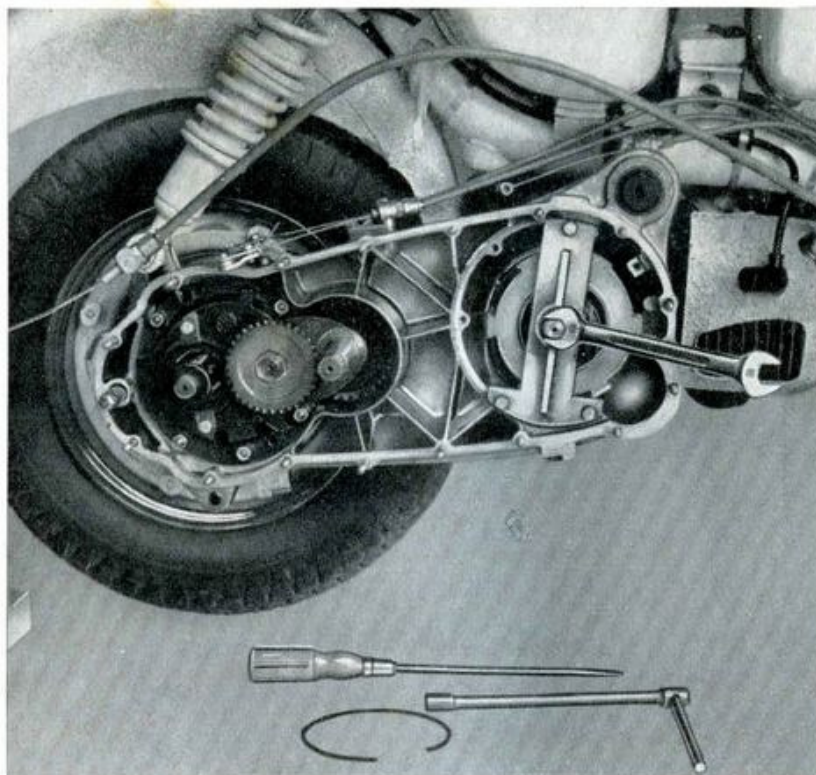
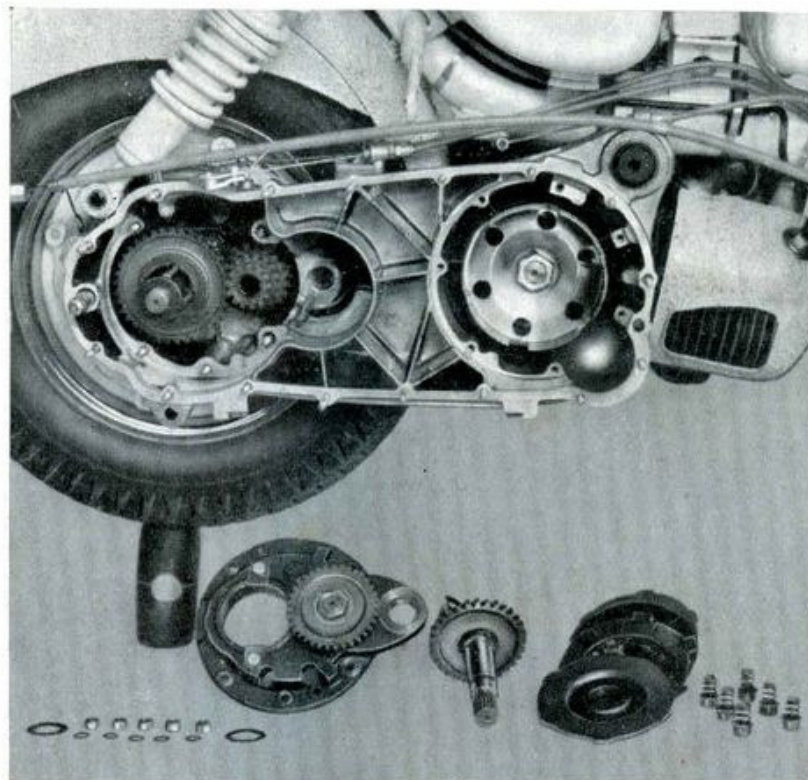

Fig. 7
Fig. 8
- op. 14 - Smontare la frizione: applicare l'attrezzo numero 56686 per caricare le molle della frizione, liberare l'anello elastico aiutandosi con un cacciavite (vedi fig. 7), smontare l'attrezzo, sfilare i dischi dalla campana, togliere le molle e gli scodellini. Vedi fig. 8.
- op. 15 - Smontare la flangia supporto albero primario e secondario: svitare i 5 dadi che fissano la flangia (chiave da 11) ed estrarla, eventualmente servendosi dei fori filettati di estrazione, (usare come estrattori due viti  $\varnothing 8$  - passo 1,25) insieme alla barra di trasmissione per albero primario e all'ingranaggio condotto sul primario; sfilare l'alberino trasmissione e avviamento. Vedi fig. 8.